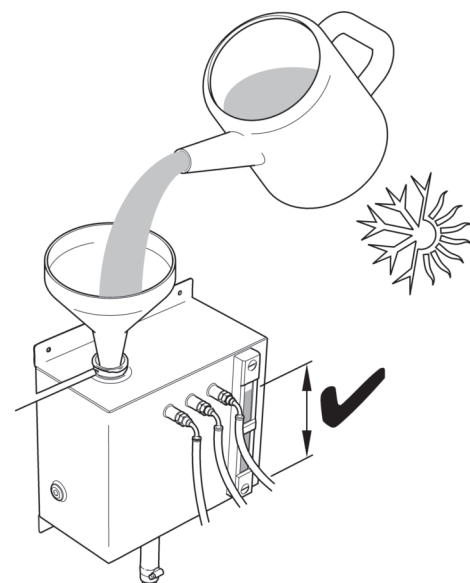

Figure 36
- 9 Faites l'appoint de mélange antigel à 20 % pour le fonctionnement normal (50 % pour des conditions extrêmes) jusqu'au niveau maximum (figure 36).